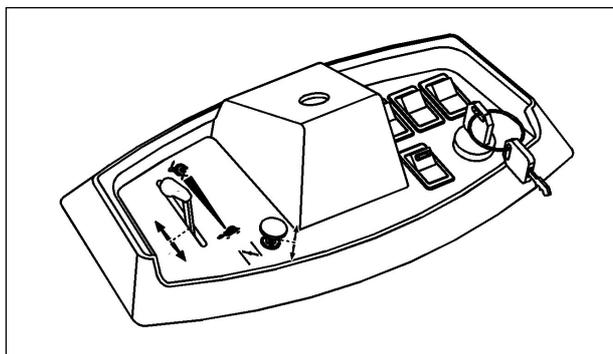

Abb. 17
7. Nach dem Motorstart den Choke hereindrücken und die Motordrehzahl mit dem Gasverstellhebel einstellen (Abb. 17).
Die Bremse wirkt bei voll durchgetretenem Fußpedal. Dann sollten Sie den Gashebel in Leerlaufstellung bringen (Abb. 17).